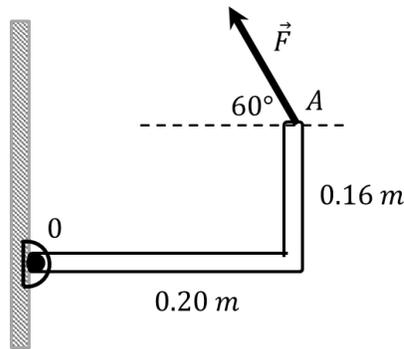

Fig. 3.2.
3.2.- Una Fuerza de 800 (N) actúa sobre un marco que forma una L y de peso despreciable, como muestra la Fig. 3.2. Calcule el torque con respecto del pasador ubicado en el punto B.